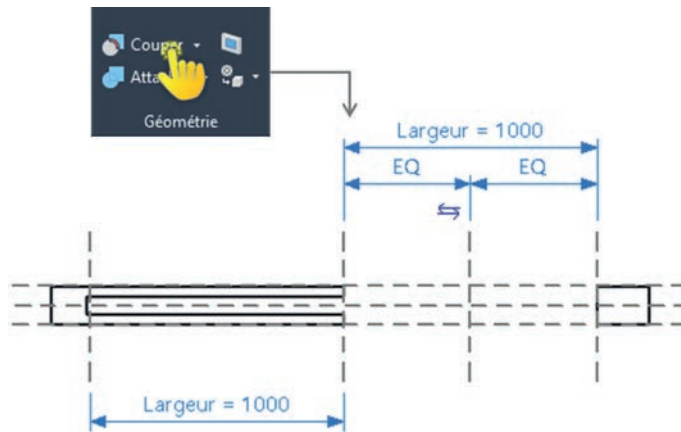

Fig. 9.56
23. Sur le ruban, dans l'onglet Modifier, groupe de fonctions Géométrie, cliquez sur Couper (fig. 9.56). Cliquez sur le mur puis sur le vide (notez que l'ordre de sélection est sans importance).